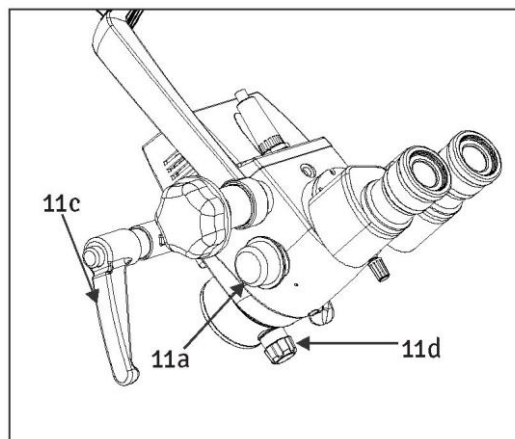

Fig. 13
## IMPOSTAZIONE DELL'INGRANDIMENTO (Rif. Fig. 13)
2. La messa a fuoco di precisione viene effettuata tramite la manopola sull'obiettivo principale, indicata con (11d) nella Fig. 13.